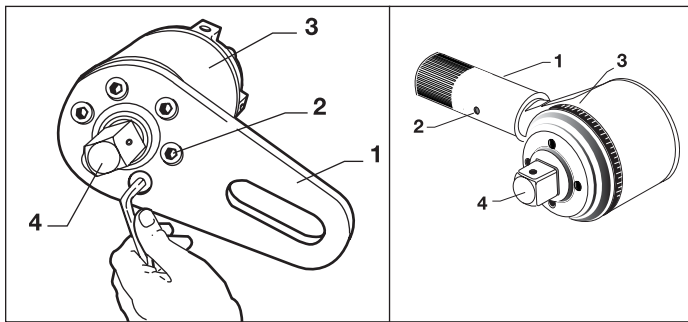

图 1 – 更换作用板
控制切变输出方形驱动头（图 1 第 4 项）在超出最大输出能力时可以保护内部组件。当输出超过额定输出能力的 103% 到 110% 时，这个过载保护功能会导致驱动头破裂。扭矩倍增器包括一个替换驱动头（E391、E392、E393、E492、E493、E494、E495）。（请从 Enerpac 经销商那里订购其他替换零件）
3. 将适当尺寸的内方头套筒安装到扭矩倍增器的输出方形驱动头上（图 1，第 4 项）。将套筒和扭矩倍增器放在要拧紧的紧固件上。